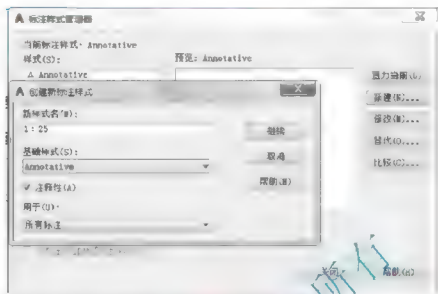

图 5.80 用注释行文字样式标注尺寸
(4) 标注①轴线与③轴线、①轴线与⑤轴线、④轴线与⑥轴线、⑦轴线与⑨轴线相交处柱子的截面尺寸。
① 打开【标注样式管理器】, 选中【Annotative】样式后单击【新建】按钮, 新样式名为“1:25”, 如图 5.80 所示。